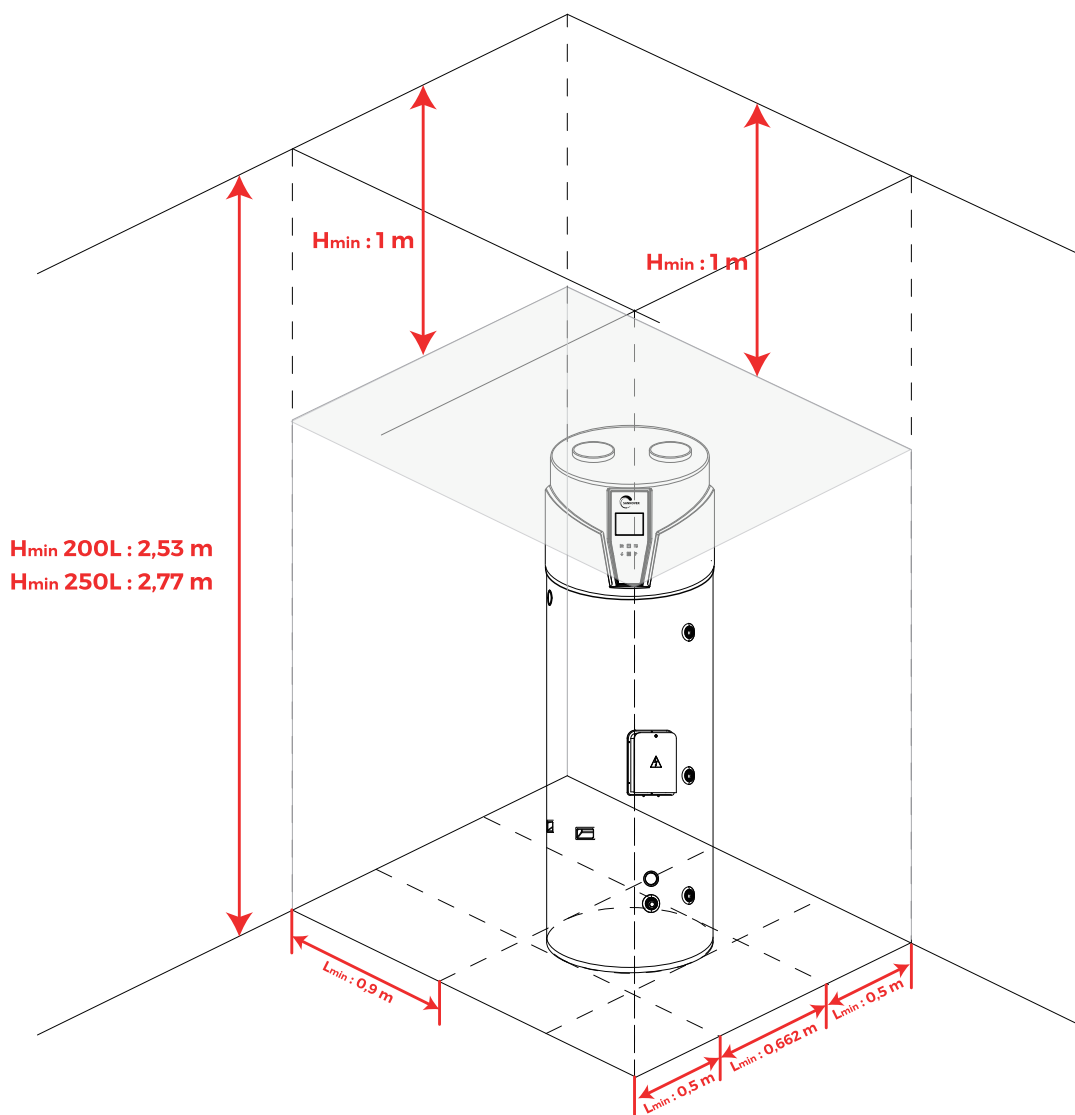

Fig. 4 Espace recommandé pour l'installation et la maintenance de l'appareil.
- Prévoir l'espace indiqué à la figure 4 pour l'installation et la maintenance.